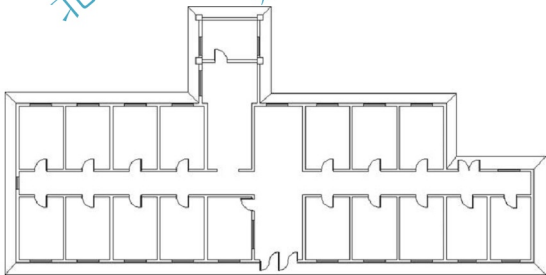

图 2.99 形成所有门窗
(5) 用前面已经学过的【阵列】、【复制】和【镜像】命令，将绘制出的门窗复制到其他洞口内并修改门窗的开启方向，结果如图 2.99 所示。